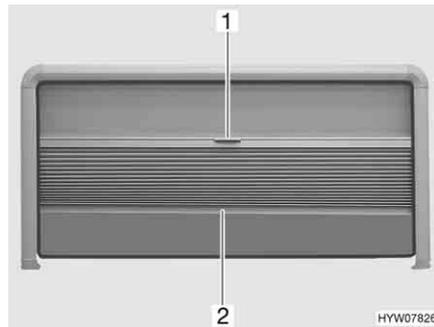

Fig. 56 Ventana abatible
- Coger el estor plegable por el centro de la tablilla final (Fig. 56,2) y tirar con cuidado hacia abajo.
- Sujetar la tablilla final (Fig. 56,2) del estor plegable por el centro y empujar el estor plegable cuidadosamente hacia arriba.
- Tirar hacia abajo la mosquitera enrollable (Fig. 56,1) mediante el tirador.
- Empujar completamente hacia arriba la mosquitera enrollable (Fig. 56,1) mediante el tirador.